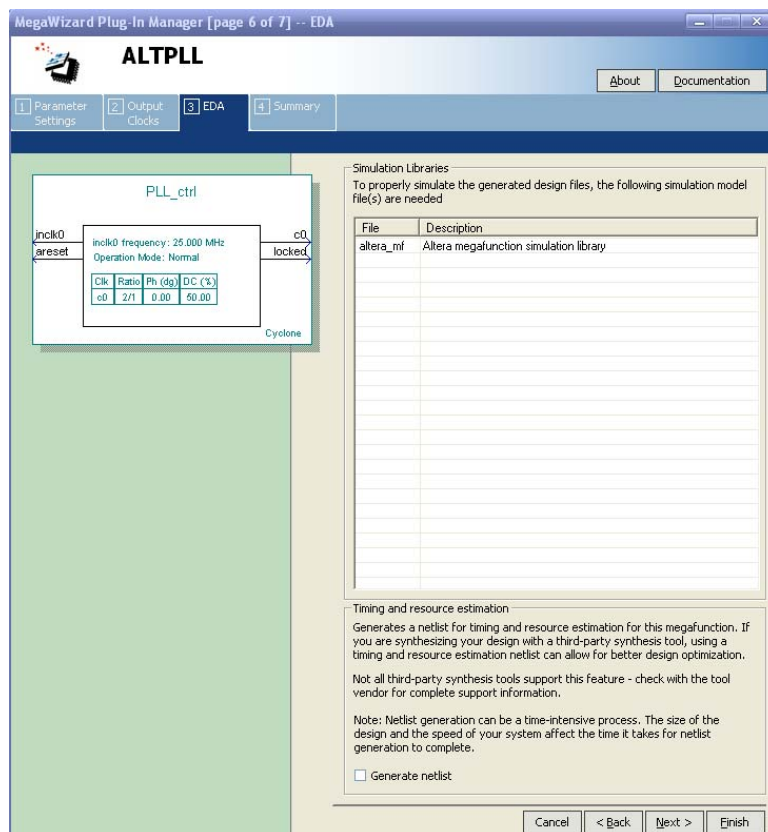

图 9 仿真库文件
⑨ 如图 9 所示，“EDA”中列了用户在对例化了 PLL 模块的工程仿真时，需要添加的仿真库文件，用户可以到 Quartus II 安装文件夹下可以找到。点击“Next>”。